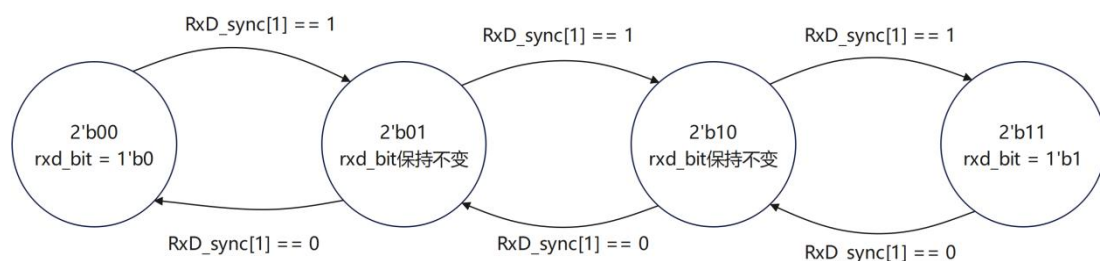

图 6 滤波计数器更新逻辑
- 根据过采样中各个采样点的信号来更新滤波计数器（`Filter_cnt`），更新逻辑见图 6（更新逻辑类似状态机）